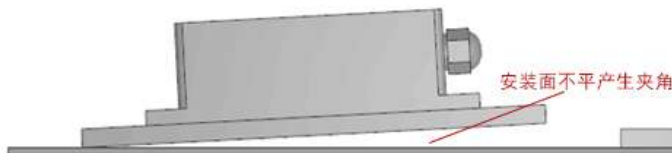

图 1
1) 传感器的安装面与被测量面固定必须紧密、平整、稳定，如果安装面出现不平容易造成传感器测量夹角误差。见图 1、2